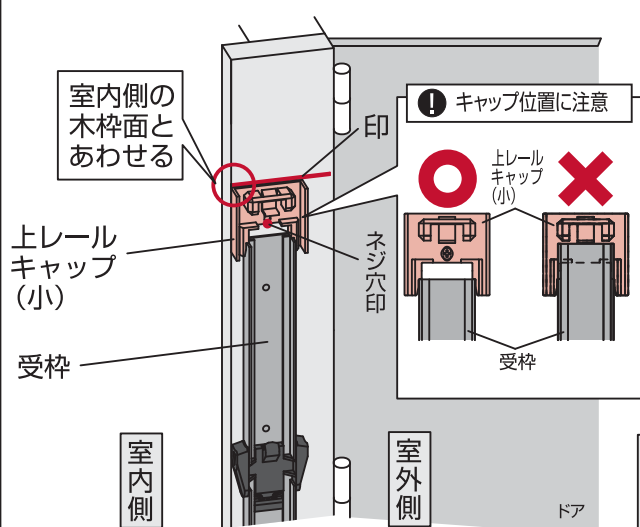

図2-2-1
① **丁番側**の木枠に「受枠」をあてがい、その上に「上レールキャップ (小)」をセットし、キャップ上部及びネジ穴に印をつけてください (図 2-2-1)